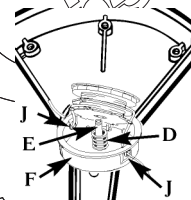

Рис. 15Е
8. Опустите катушку в корпус (F), протягивая леску через ушки (J). Убедитесь, что пружина попала в катушку (Рис. 15Е).